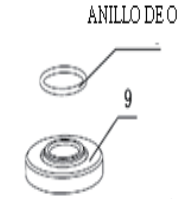

Figura 4
1) Asegurando los discos de afilar y de cortar: (Figura 3 y Figura 4)
A. Ubique la brida interna (9) sobre el eje asegurándose que esté ajustada;